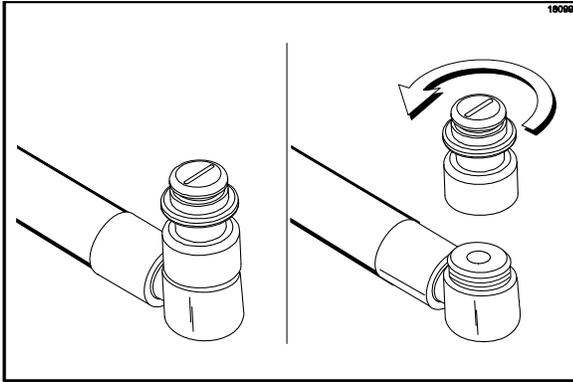

Figura 28
- Con el balde aún debajo de la puerta, separe el conector de la punta de jarabe del conector de la línea de jarabe, girándolo en sentido contrario al de las manecillas. Mantenga los conectores de jarabe en posición vertical para minimizar la pérdida de jarabe. (Vea la figura 28).